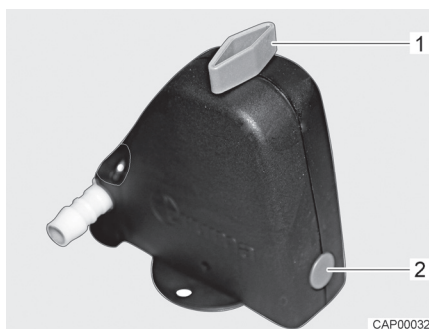
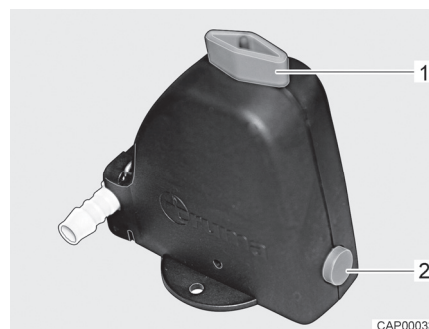

Fig. 75 Valve de sécurité et de vidange fermée
Fig. 76 Valve de sécurité et de vidange ouverte
- Ouvrir la valve de sécurité et de vidange (Fig. 75). Tourner le bouton rotatif (Fig. 75,1) dans le sens longitudinal par rapport à la valve de sécurité et de vidange. Le bouton-poussoir (Fig. 75,2) ressort. La valve de sécurité et de vidange ouverte est représentée à la Fig. 76.